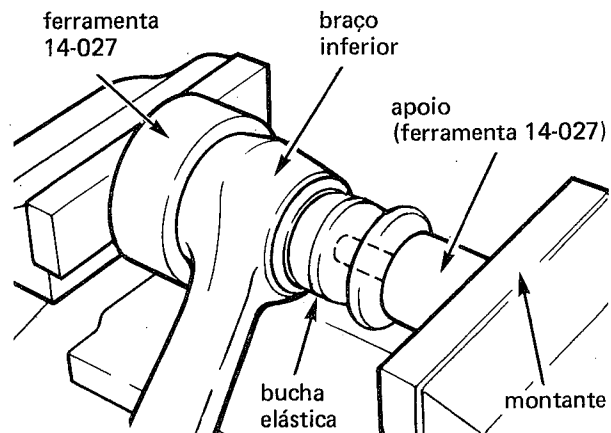

fig. 36
2. Com o auxílio da ferramenta 14-027 e uma prensa, instalar a bucha elástica no braço inferior (fig. 36)